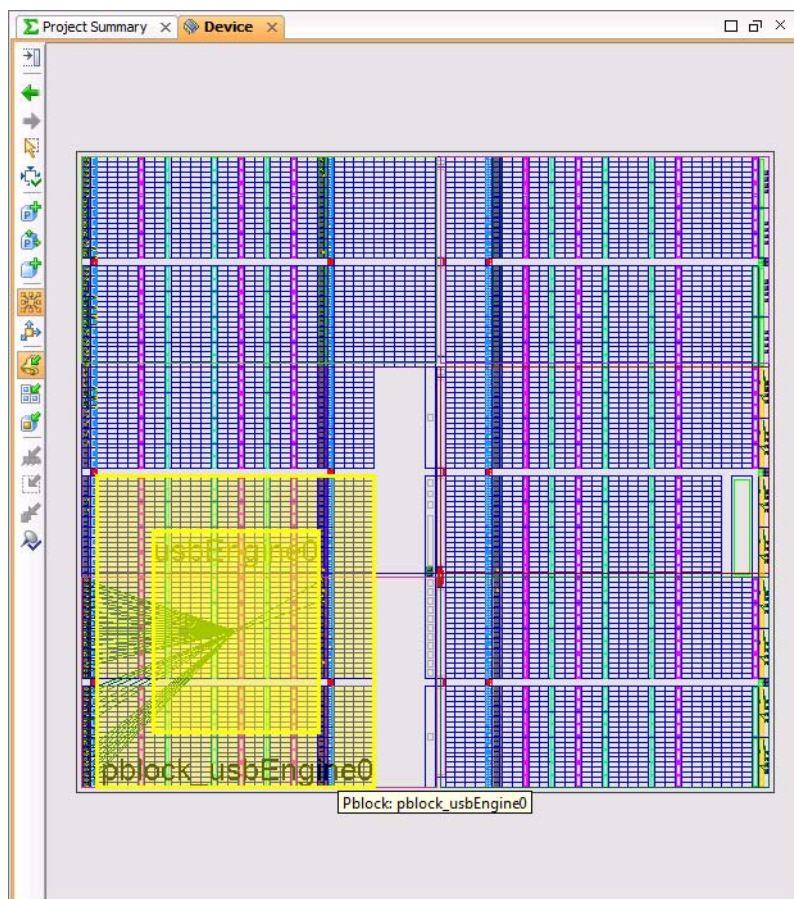

図 50 : usbEngine0 の配置
10. ブロック RAM の使用率が 100%、スライス使用率が 60% になるように Pblock のサイズを変更します。この際、真ん中のグレー部分の列にかからないようにしてください。Pblock を 図 50 のように配置します。